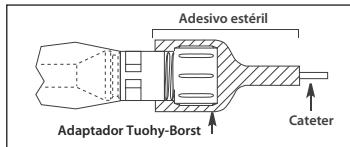

Figura 5
- A extremidade do adaptador Tuohy-Borst da proteção contra contaminação do cateter deve ser fixada com fita adesiva estéril para impedir que o cateter se move (ver Figura 5).